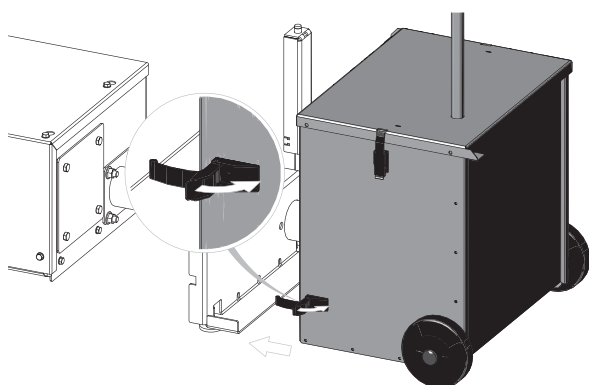

Fig. 126
- ▶ Fissare il contenitore cenere con entrambe le chiusure a staffa inferiori – Fig. 126.